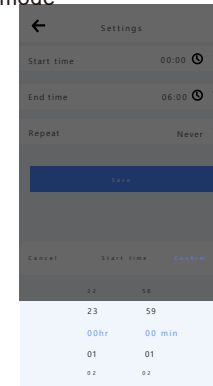
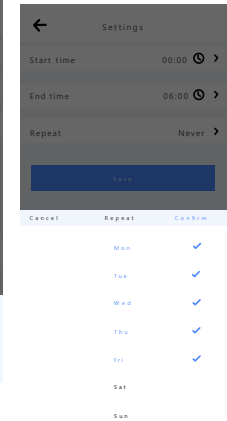

Abbildung 4.9
Abbildung 4.10
- Klicken Sie auf die Schaltfläche „+“ in der oberen rechten Ecke, um Startzeit, Endzeit und Wiederholungsdatum des Ladevorgangs einzustellen, wie in Abbildung 4.9 und Abbildung 4.10 gezeigt.
- Klicken Sie auf die Schaltfläche „Speichern“, um den Timer zu speichern. Dann wird ein neuer Timer mit dem Gerät synchronisiert. Tippen Sie auf die Schaltfläche „Bestätigen“, um den Zeitplan-Lademodus zu aktivieren, wie in Abbildung 4.10 gezeigt.